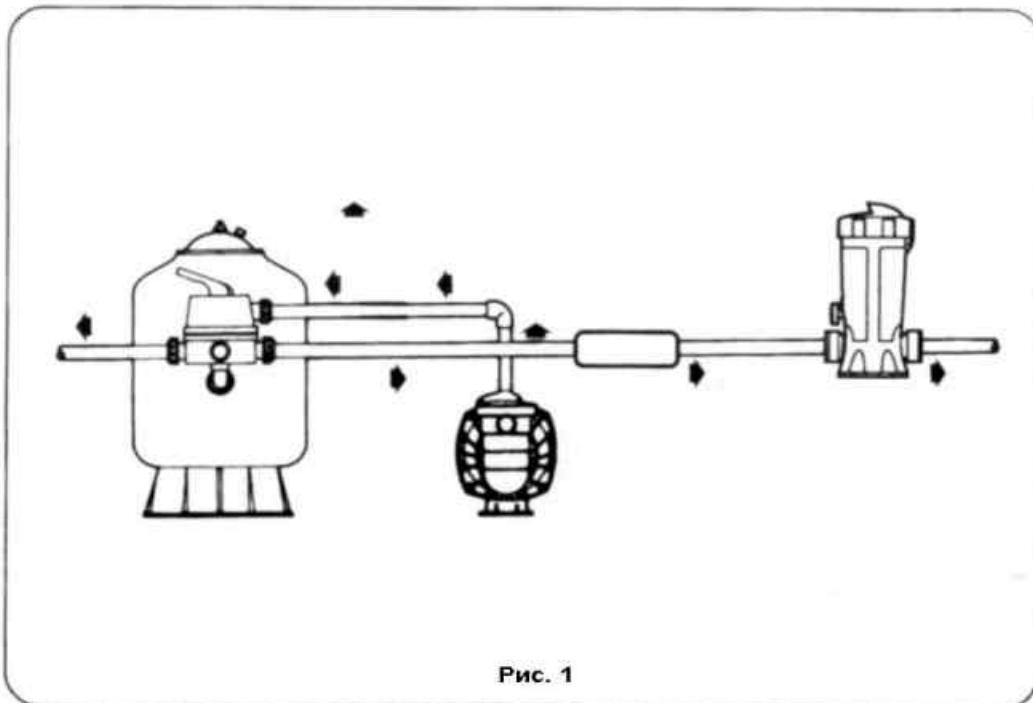

Рис. 1
1. Установите дозатор в контур после нагревательного устройства. Если нагревательное устройство не предусмотрено, то установите его после фильтра (рис.1). **Не устанавливайте дозатор в верхней части трубопровода.**